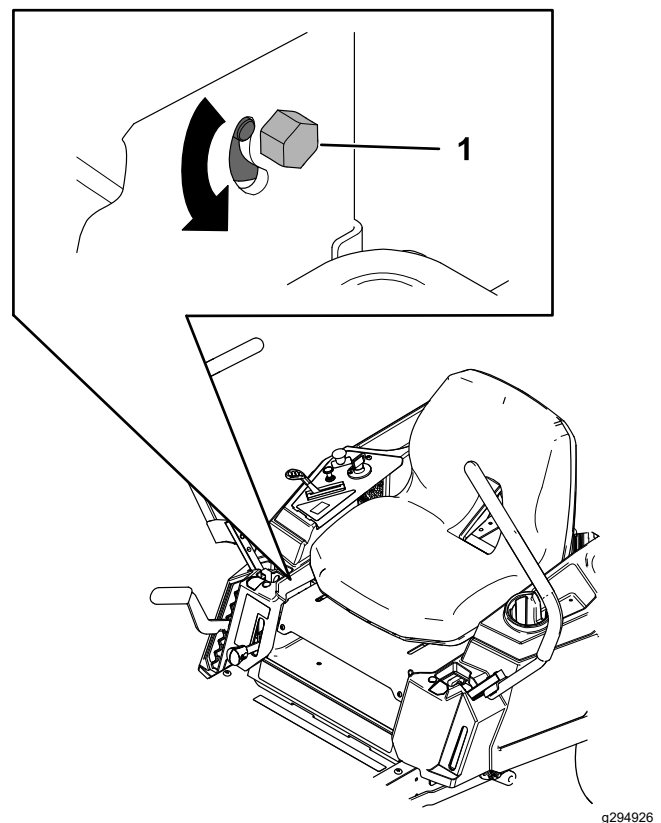

Bild 55
3. Suchen Sie die Einstellschraube für den Spurlauf in der Nähe des Fahrtriabshebels auf der Seite, die eingestellt werden muss (Bild 55).